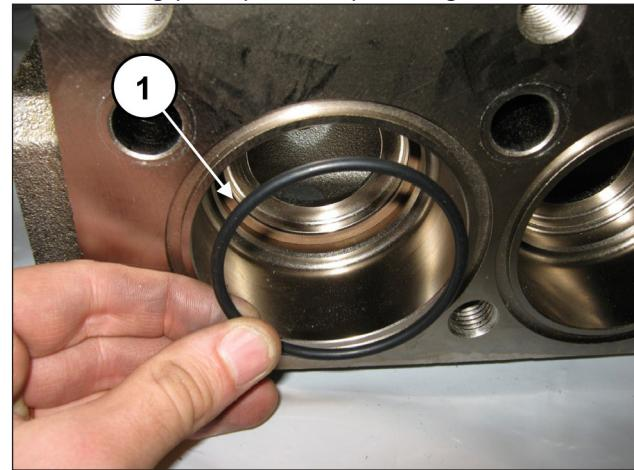

Fig. 150
Inserire l'O-ring, pos. esploso n. 7 (pos. ①, Fig. 150).